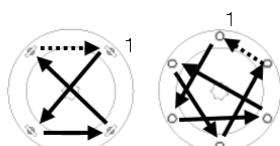

図 11-10
- フタを閉め、ナットを均等に締め付けます。（図 11-10）